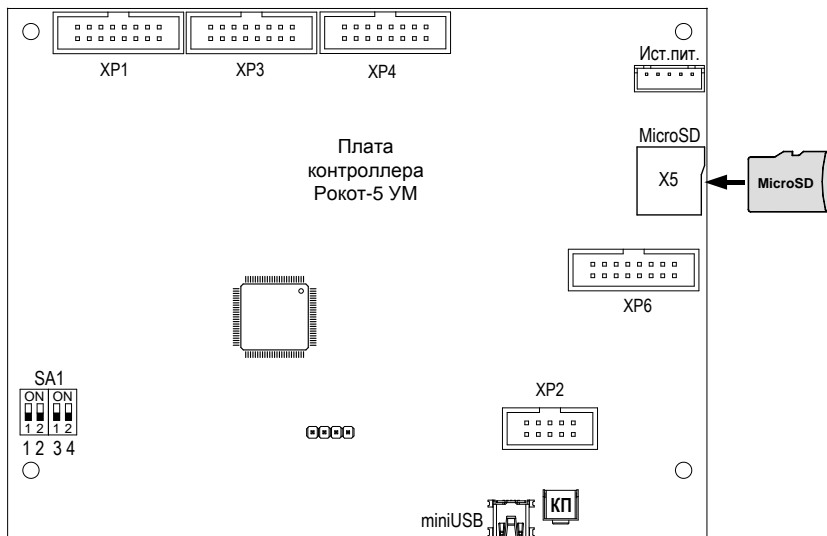

Рис.1 Внешний вид платы контроллера
На плате контроллера (рис.1) расположены:
* - перезагрузку (рестарт) прибора можно так же осуществлять при помощи нажатия на кнопку КП (п.2.1, рис.1). Нажатие на кнопку осуществляется через отверстие на передней панели прибора, расположенное справа от USB порта, тонким предметом, например спичкой;